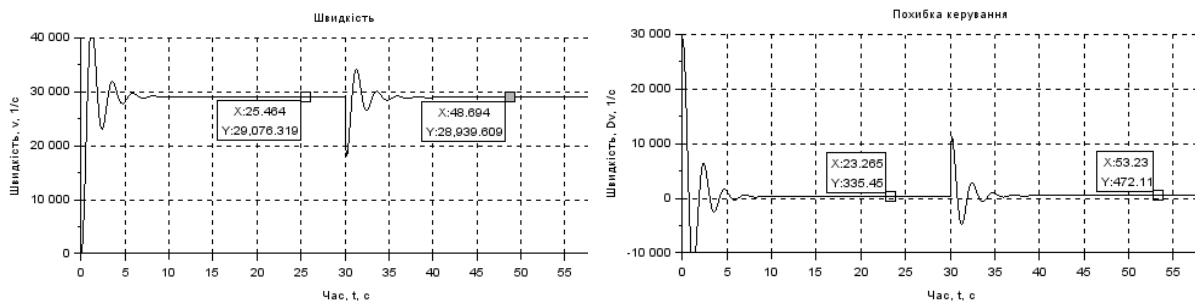

Рисунок 8.7 – Робота САУ при коливальному перехідному процесі
3.7 Ще раз поміняти коефіцієнт підсилення K_p , забезпечивши коливальний перехідний процес із двома, або трьома мінімумами, і виконати відповідні дослідження (рис. 8.7).